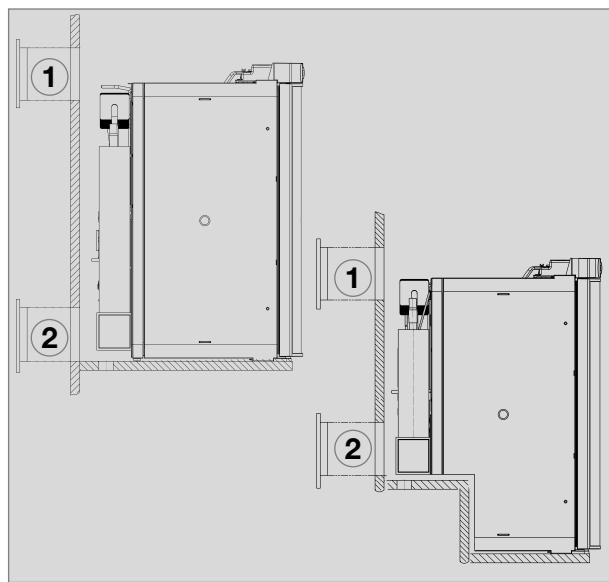

Fig. 16
**La rejilla de ventilación superior debe colocarse lo más arriba posible sobre el condensador (1, Fig. 16) . La rejilla de ventilación inferior deberá colocarse a ras del suelo del vehículo (Fig. 16,17) para que en caso de que se escape el gas aún no quemado (más pesado que el aire), salga directamente al exterior.**